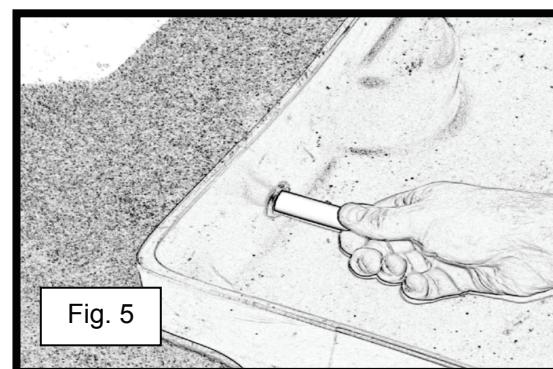

Fig. 5
- 4) Après avoir posé toutes les rondelles, il est temps de mettre le tube de Teflon dans la première rondelle. Aligner le diamètre extérieur du tube avec le diamètre intérieur de la rondelle (consulter la fig. 5). S'assurer d'avoir suffisamment enfoncé le tube dans la rondelle pour qu'il puisse se porter par lui-même.